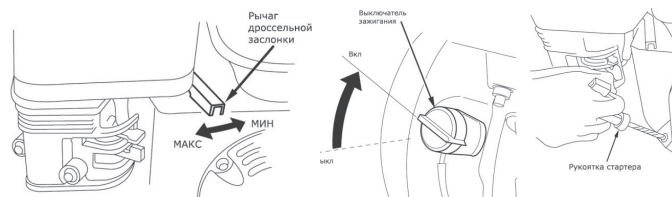

Рис. 11
5. Поверните рычаг дроссельной заслонки на $\frac{1}{2}$ хода в сторону положения «**Макс**» (Рис. 11).
6. Поставьте выключатель зажигания в положение «**Вкл**» (Рис. 11).